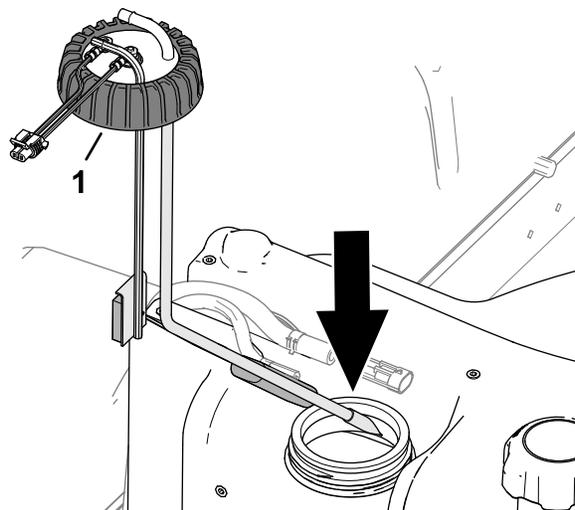

Рисунок 91
- 2. Осторожно установите топливозаборную трубу и поплавок в топливный бак (Рисунок 91).